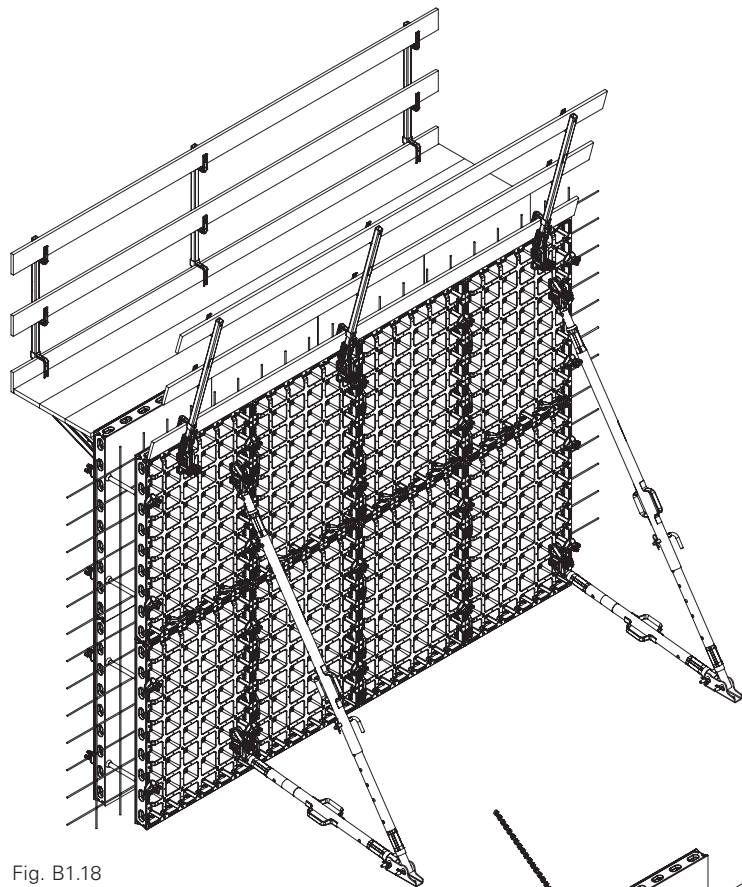

Fig. B1.18
2. Acheminer le coffrage de base, suspendu à la grue, vers le lieu de mise en œuvre. (Fig. B1.18)
2. Placer devant le coffrage de base le coffrage de fermeture suspendu à la grue. (Fig. B1.18)